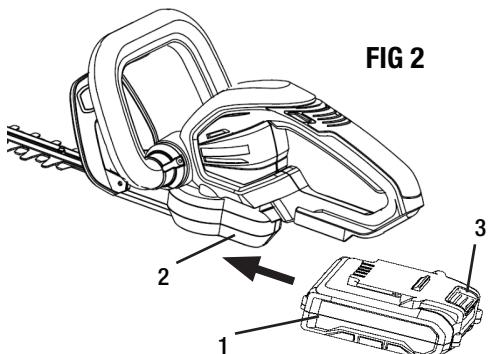

FIG 2
### INSTALAR O RETIRAR LA PILA (FIG. 2)
- Para instalar la pila, deslícela (1) en la parte inferior de la carcasa de la herramienta (2) hasta que encaje en su lugar con un clic, como se muestra en la FIG. 2. Jale ligeramente la pila para asegurarse de que esté segura en su lugar y no se caiga accidentalmente de la herramienta, lo cual podría causar una lesión.